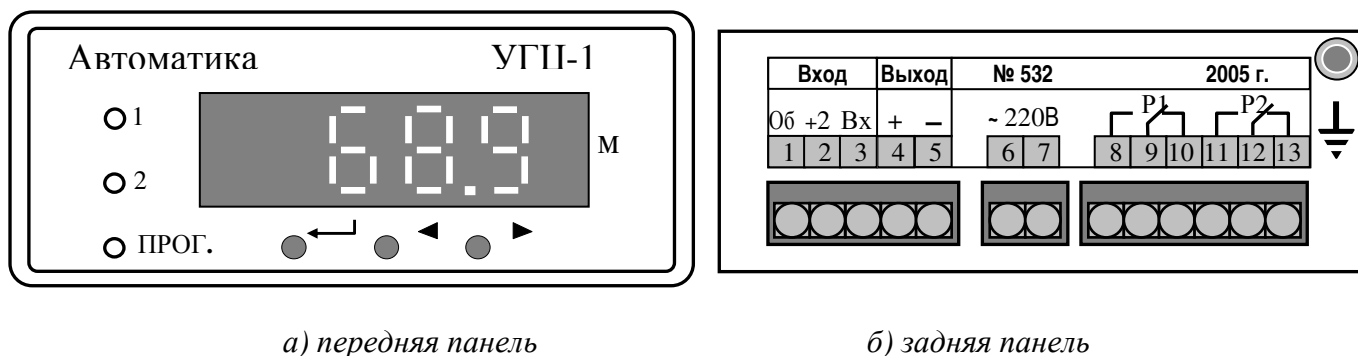

Рисунок 1 - Внешний вид измерительного прибора
5.1.5 На передней панели (Рисунок 1, а) расположены следующие элементы:
5.1.6 На задней панели (Рисунок 1, б) расположены разъёмы для подключения входных сигналов, выходных сигналов и напряжения питания, винт для заземления корпуса прибора.